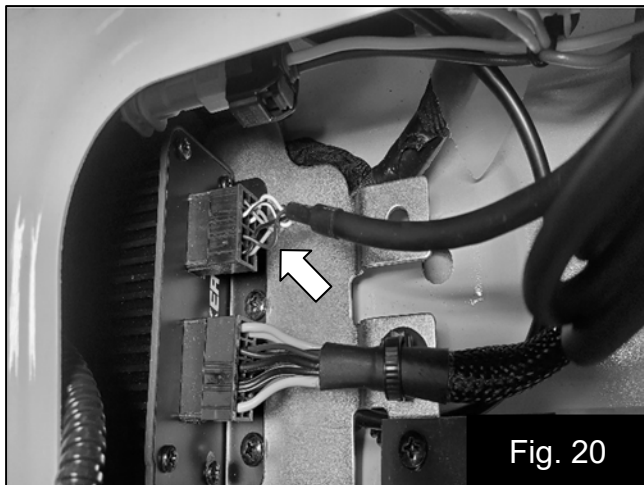

Fig. 20
28. Connectez le contrôleur à l'amplificateur. Fig. 20